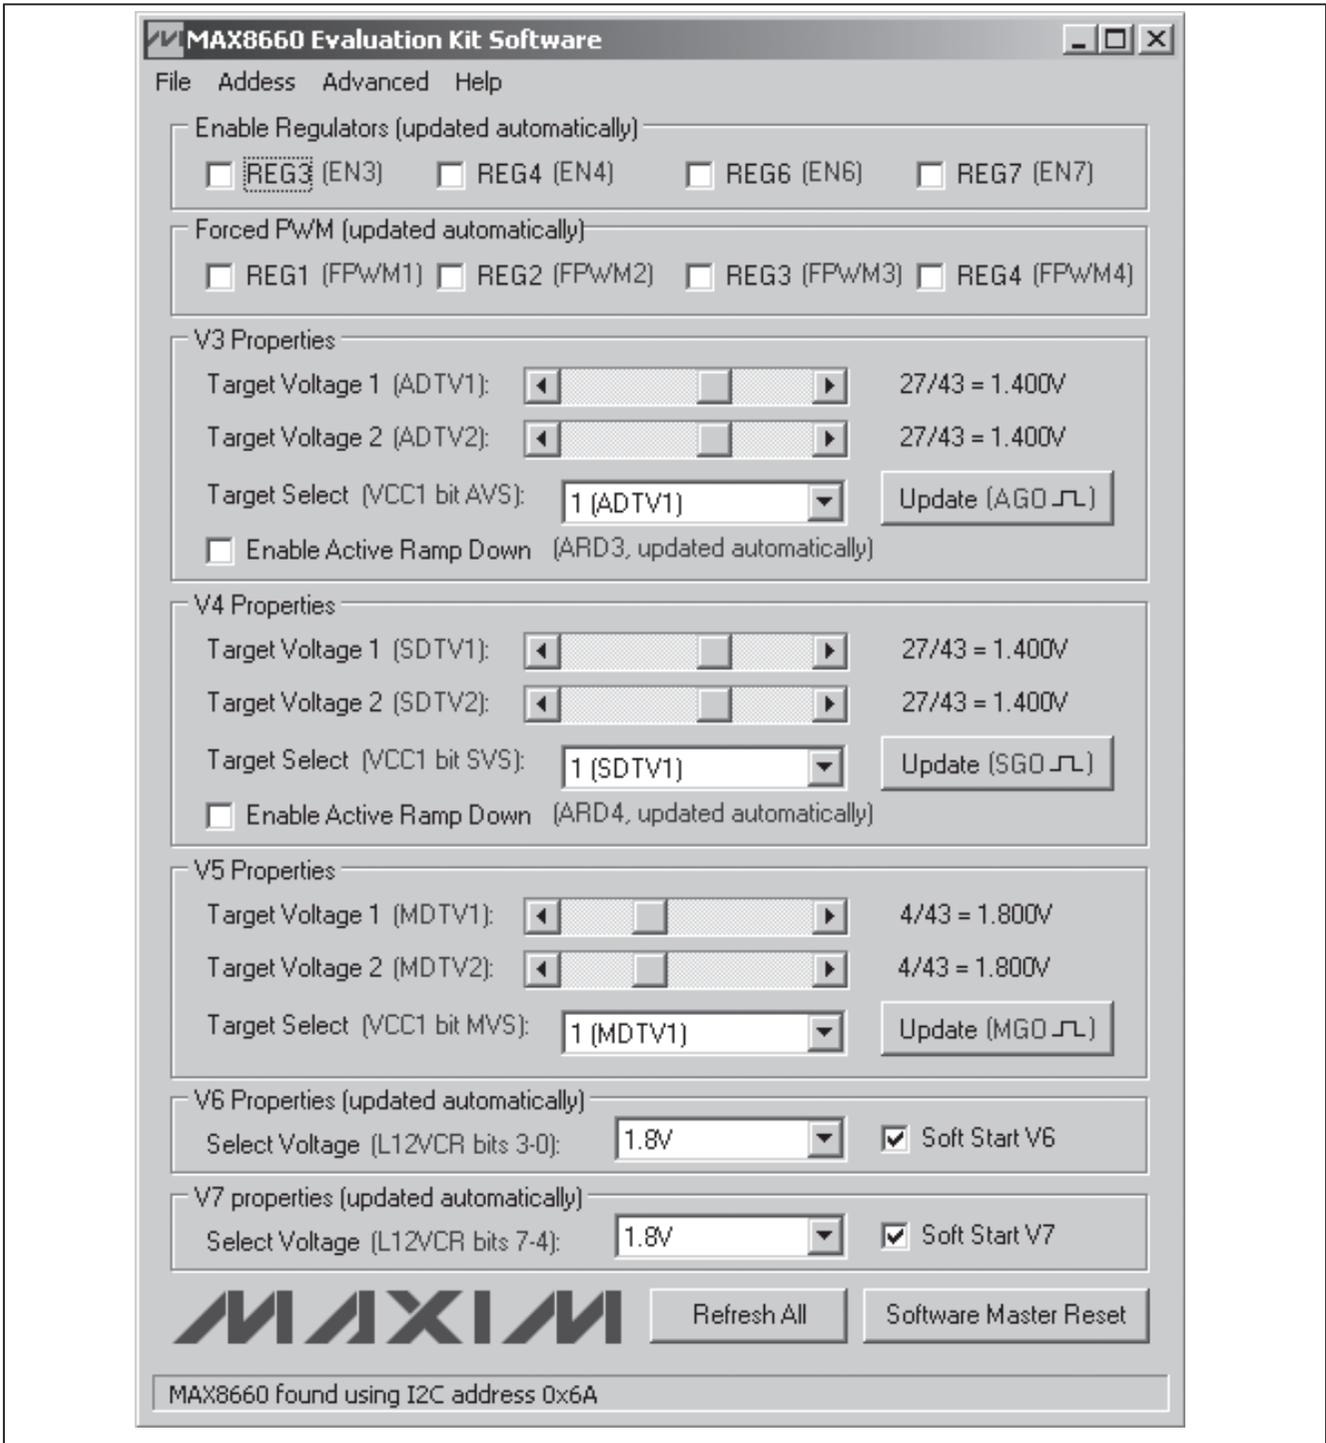

图2. MAX8660评估软件主界面窗口
- 17) 通过在 **Start** 菜单打开其图标，可启动MAX8660评估软件。将出现主界面窗口，如图2所示。
启动之后, 软件自动识别MAX8660并弹出主界面窗口(见图2)。
MAX8660的所有I²C功能都可以通过主界面窗口进行访问, 如图2所示。